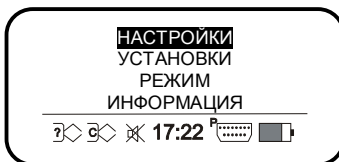

Рисунок 4
6.3.1 Для входа в главное меню ВАФ следует нажать функциональную клавишу «F» и удерживать ее в течение 3 секунд. На дисплее появится главное меню ВАФ, рисунок 4